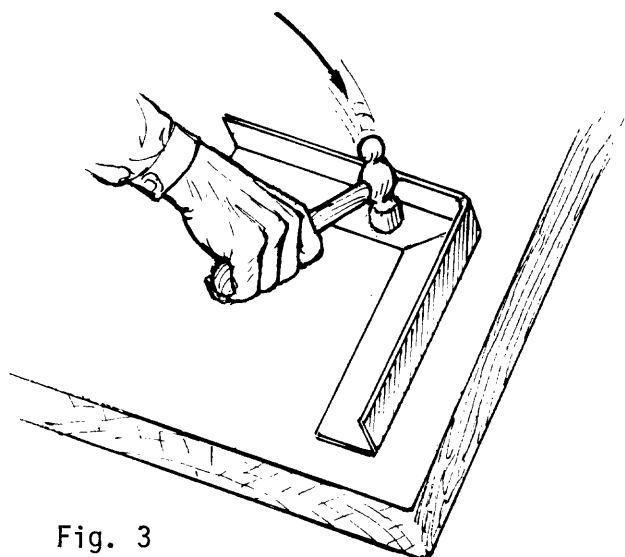

Fig. 3
- d Golpee las alas del perfil, con martillo sobre el mármol para corregir deformaciones o torsiones (fig. 3).